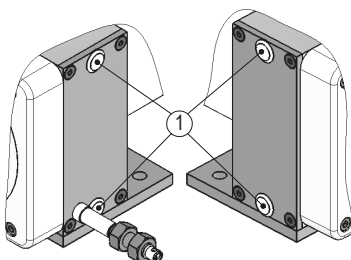

Abb. 5: Belüftungsöffnungen
Falls erforderlich, kann das Seilzuggebergerhäuse mittels vier Verschlussstopfen ① belüftet werden (siehe **Abb. 5**). Durch das Entfernen der Verschlussstopfen ① kann eindringendes Wasser (Feuchtigkeit) abfließen.